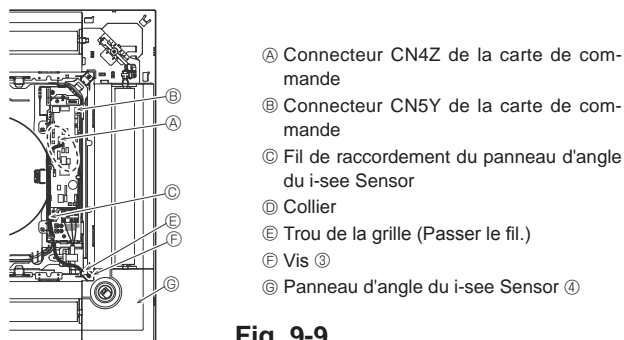

Fig. 9-9
9.4.5. Installation du panneau d'angle du i-see Sensor (Fig. 9-9)